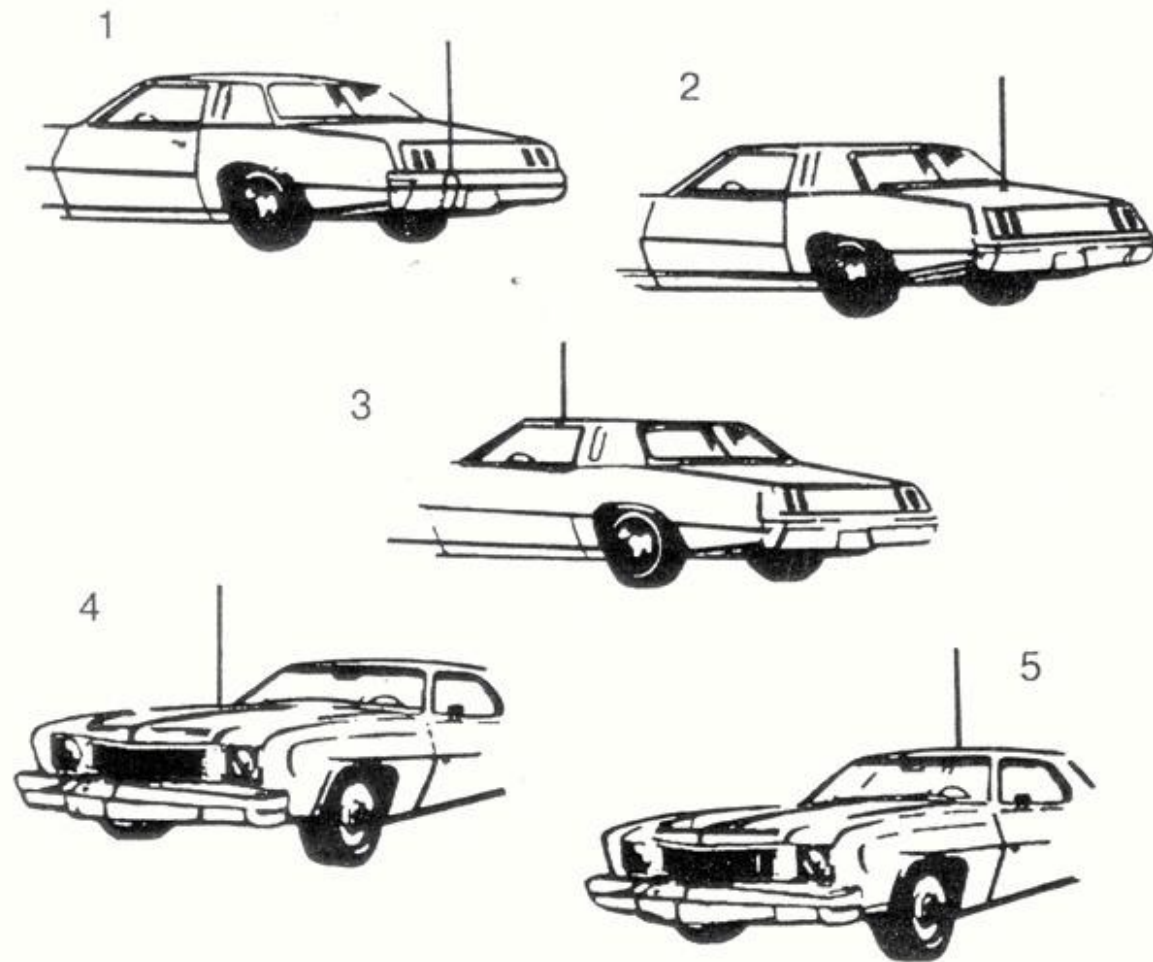

Рис. 4. Типичные места установки автомобильных антенн .
На рис. 4 показаны пять типичных мест установки автомобильной антенны: (1) задний бампер, (2) задняя крышка багажника, (3) отбортовка для стока воды, (4) капот, (5) крыша.